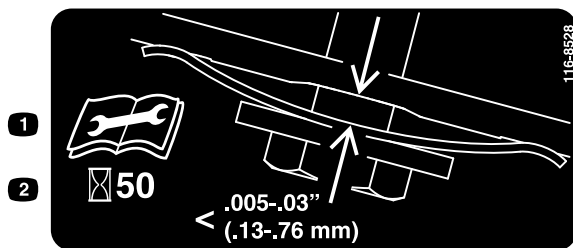

Figure 35
3. Placez une jauge d'épaisseur entre 0,13 et 0,76 mm (0,005 et 0,03 po) contre la paroi et faites-la glisser vers le bas derrière le ressort de tension de la courroie; voir Figure 35.